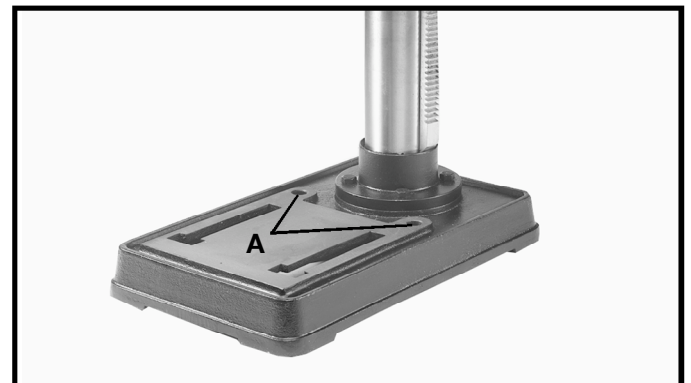

Fig. 17
10. **IMPORTANT** : s'assurer que la broche conique (Q, fig. 17) et le trou taraudé du mandrin (R) sont propres et exempts toute graisse et de couches protectrices de vernis ou d'antirouille. **REMARQUE** : un nettoyant à four domestique nettoie efficacement toute substance de la broche et du mandrin; toutefois, suivre soigneusement les consignes de sécurité du fabricant lors de son utilisation.
Si en cours de fonctionnement, la machine tend à basculer, « marcher », ou glisser sur la surface de support, la machine doit être fixée à la surface de support à l'aide d'une vis de carrosserie de M8x1,25x125 mm, une rondelle plate de 8,5 mm, une rondelle de blocage de 8,5 mm et d'un écrou hexagonal M8x1,25 à travers les deux trous (A, fig. 17) situés à la base de la machine.